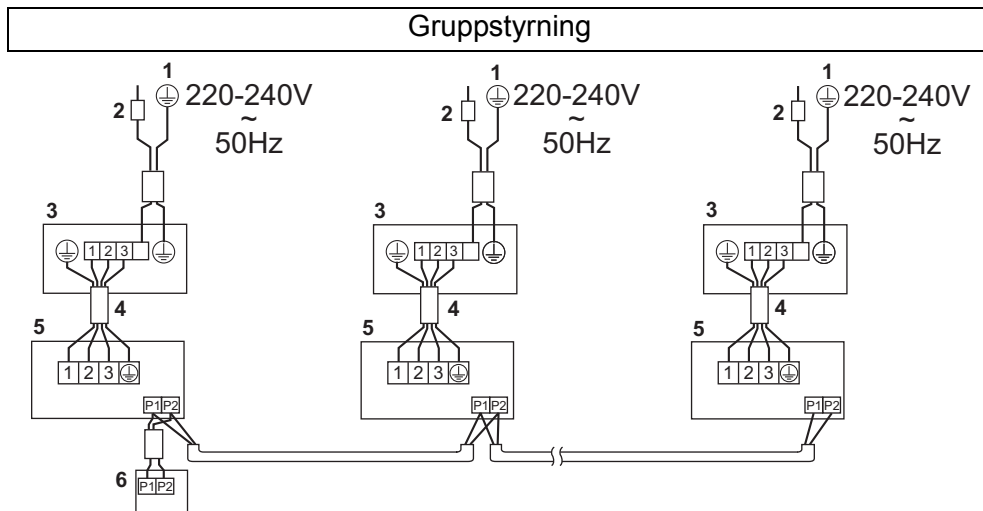

Bild 42
- **Gruppstyrning:** 1 fjärrkontroll styr upp till 16 inomhusenheter (Alla inomhusenheter fungerar enligt fjärrkontrollens inställningar). (Se bild 42)
(Se bild 42 och tabell 3)